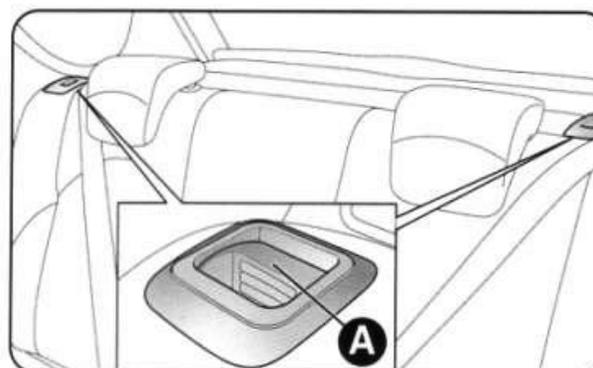

рис. 63
- поднимите рычаги А (рис. 63) и переместите требуемую подушку сиденья вперед (красная полоска на рычаге А указывает на то, что подушка не зафиксирована).
Поднимите спинки и переместите их назад до щелчков двух механизмов фиксации. Убедитесь, что красная полоска на рычагах А (рис. 63) больше не видна. В противном случае спинки сидений не зафиксированы.